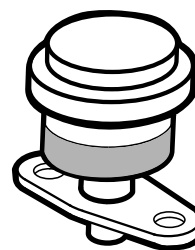

Figure 41
Faites l'entretien du préfiltre du filtre à air uniquement quand l'indicateur de colmatage (Figure 41) indique que cela est nécessaire. Changer le filtre à air prématurément ne fait qu'accroître le risque de contamination du moteur par des impuretés quand le filtre est déposé.
1. Contrôlez l'indicateur de colmatage du filtre. Si l'indicateur est rouge, le filtre à air doit être remplacé (Figure 41).